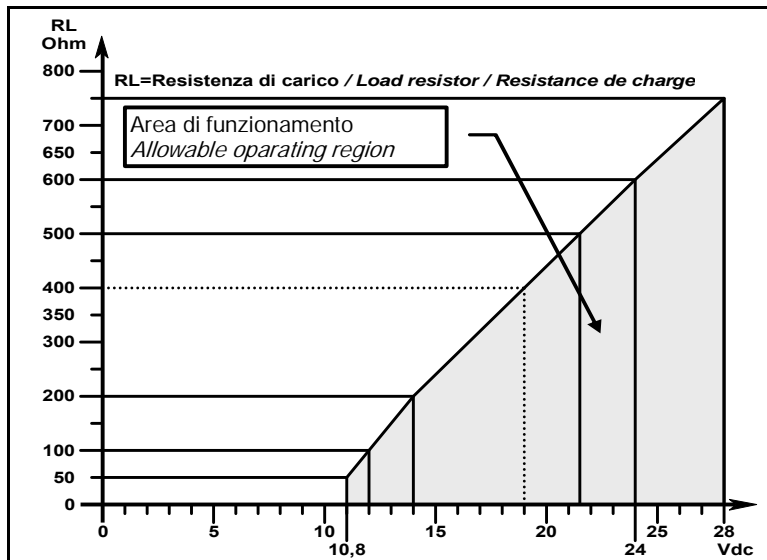

Fig. 4 - Alimentazione / Power Supply / Alimentation
*Dans le cas où l'on utilise également le signal de sortie en 4÷20 mA, il convient d'utiliser du câbles à écran à 3 conducteurs + les conducteurs pour les sorties relais. Si l'on utilise une alimentation 12Vcc la résistance maximale de charge (RL) sera de 50 Ω, si on utilise une alimentation 24Vcc la RL sera de 500 Ω (Fig.4).*